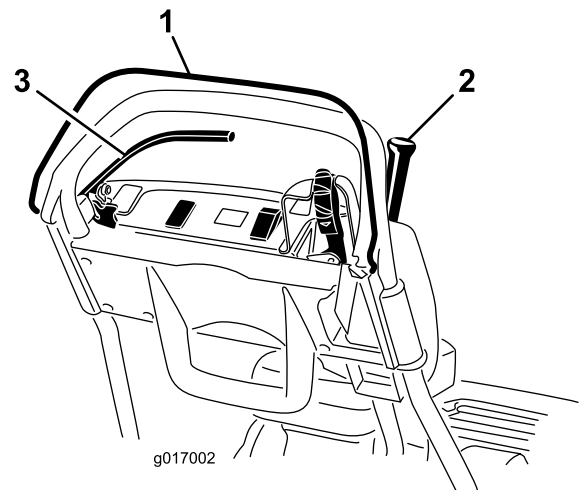

図 34
3. OPC を押し、走行レバーを入れた状態から OPC を解除する 図 34。走行レバーが外れれば正常。走行レバーが外れないのはインタロックシステムの異常であるから修理する。必ず修理してから使用すること。
4. OPC を押し、シフトレバーを左に入れた状態から走行・リール回転にセットし、OPC を解除する 図 34。走行レバーが外れれば正常。走行レバーが外れないのはインタロックシステムの異常であるから修理する。必ず修理してから使用すること 走行インタロックスイッチの整備 \(ページ 34\) を参照。